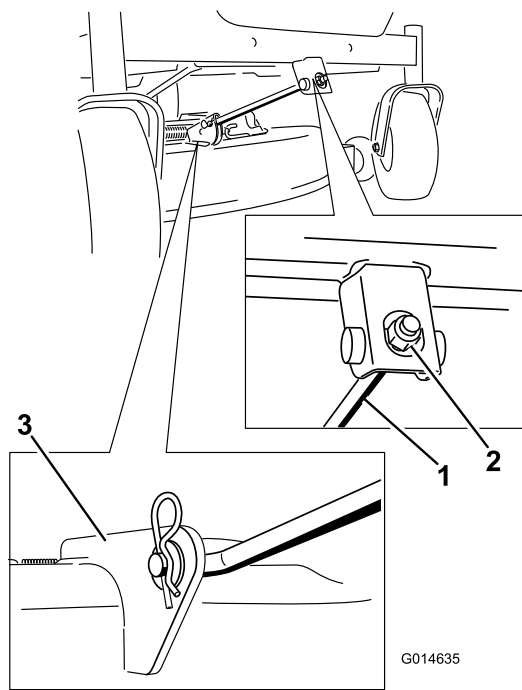

Figura 66
- Remova o contrapino do gancho da barra de suporte da frente e remova a barra do suporte da plataforma (Figura 66).
6. Coloque a barra de suporte frontal na plataforma do cortador com o pino de segurança e contrapino do gancho (Figura 66).